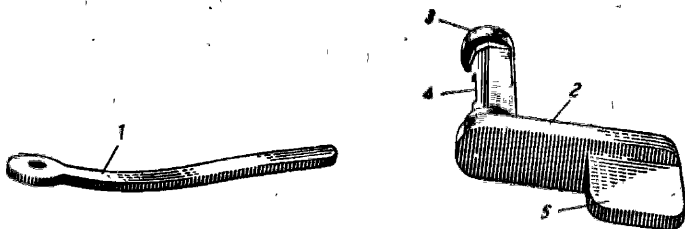

Рис. 46. Предохранитель с пружиной ДПМ:
Приведение пистолетной рукоятки вызвало отмену существующего предохранителя (см. рис. 29) и применение предохранителя новой конструкции (см. рис. 46).
**Предохранитель ДПМ** (рис. 46) существенно отличается от предохранителя пулемёта ДП (см. рис. 29) и одинаков с предохранителем пулемёта ДТ.
**Пружина предохранителя** (см. рис. 46) представляет собой стальную пластинку и вставляется одним своим концом в паз на спусковой раме, а другим нажимает на цилиндрический стержень предохранителя.